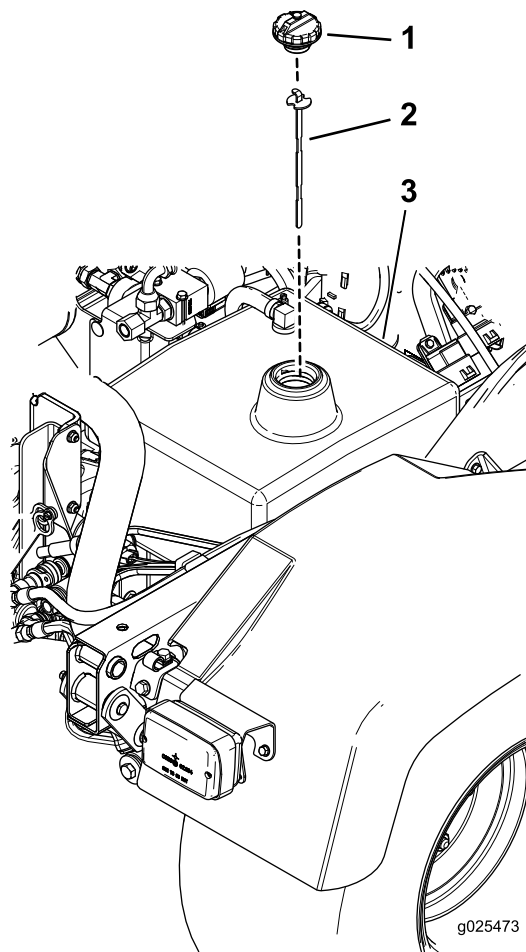

図 22
1. 油圧オイルタンクの注油口周辺をきれいに拭き、キャップ図 22を外す。給油口からキャップを取る。
2. 補給口の首からディップスティック図 22を抜き、ウェスできれいに拭う。もう一度首に差し込んで引き抜き、オイルの量を点検する。2本のマークの間にあれば適正である。